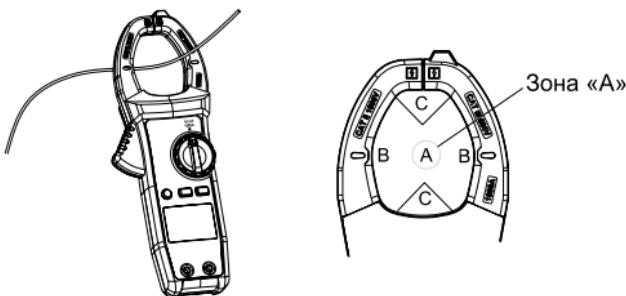

Рис. 3 Измерение переменного тока
- 1) Установите переключатель в режим измерения переменного тока и нажмите кнопку, раскрывающую клещи. Обхватите клещами проводник, который нужно измерить, затем медленно полностью закройте клещи. Убедитесь, что измеряемый проводник находится между зажимами по центру (см. рис. 3). Проводите измерения только на одном проводнике, измерение на двух и более проводниках приведет к некорректным результатам.
- Убедитесь, что измеряемый проводник находится в центре пространства между зажимами (как на Рис. 3 – зона А), в противном случае возможна дополнительная ошибка в показаниях до $\pm 2,0\%$ (зоны В и С).